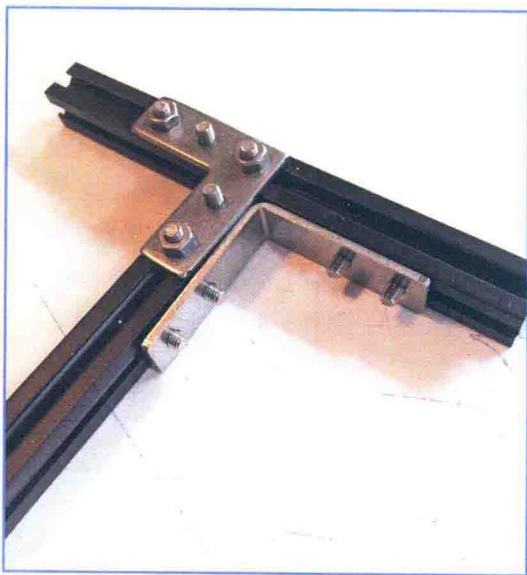

图 4.11 用另一个角架加固“T”型结构
- c. 添加角架以帮助固定横梁，如图 4.11 所示。用常规方法固定角架。